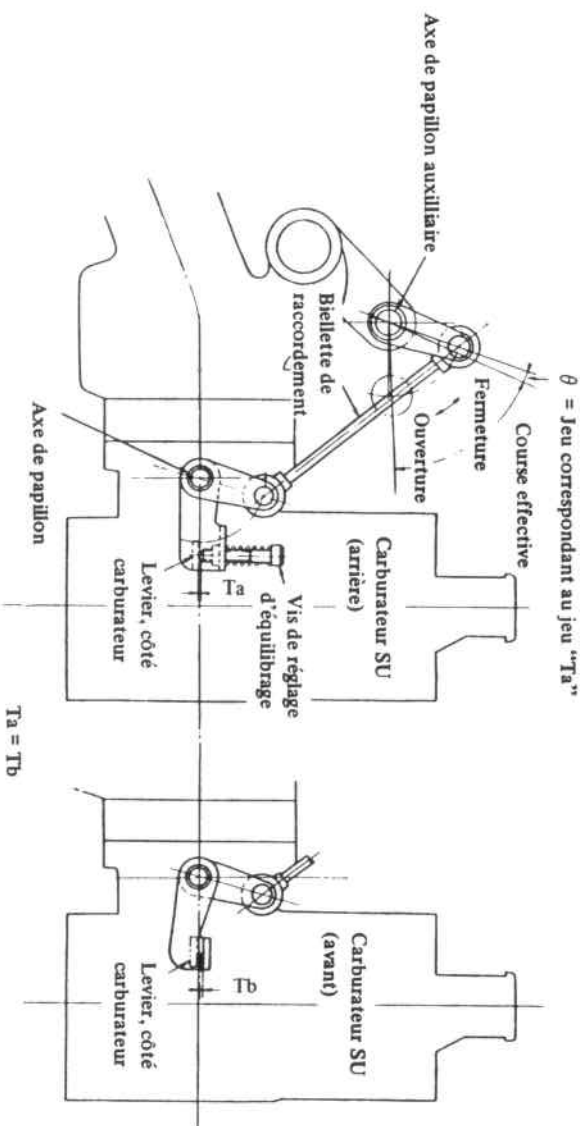

Fig. ET-21 Tringlerie de commande du carburateur
- a. L'axe de papillon auxiliaire doit avoir un jeu " " correspondant au jeu $T_a = T_b$ indiqué sur la Fig. ET-21.
a. L'axe de papillon auxiliaire doit avoir un jeu "θ" correspondant au jeu Ta = Tb indiqué sur la Fig. ET-21.